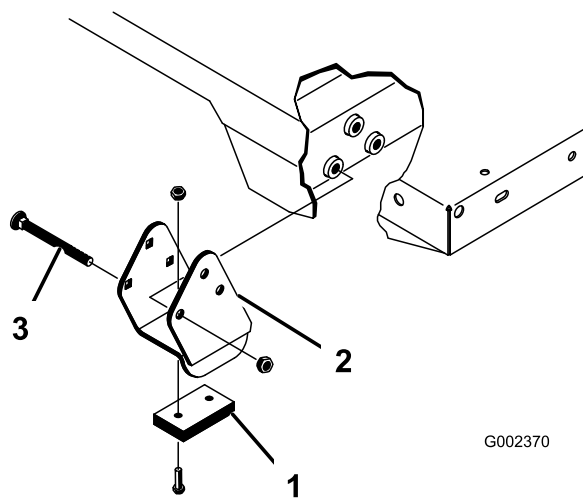

Figura 32
Nota: Asegúrese de instalar los espaciadores y las pletinas de desgaste (Figura 32) con las cabezas de los pernos de cuello cuadrado dentro de la máquina.
2. Coloque la plataforma con cuidado sobre el bastidor del vehículo, alineando los taladros de las placas de giro traseras con los taladros del bastidor e instale 2 pasadores con chavetas (Figura 32).
3. Con la plataforma bajada, fije cada varilla de cilindro a la ranura correspondiente de las chapas de montaje de la plataforma con un pasador y una chaveta. Inserte el pasador desde la parte exterior de la plataforma, con la chaveta hacia fuera (Figura 32). Las ranuras traseras son para la instalación de la plataforma completa, y las delanteras son para la instalación de la plataforma de 2/3.